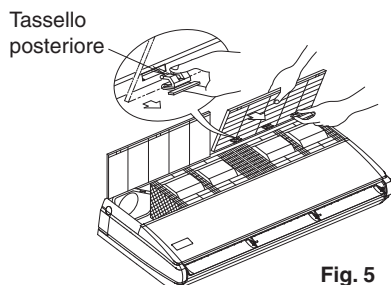

Fig. 5
- Tenendo aperta la griglia di aspirazione, afferrare il tassello sul retro della stessa e, contemporaneamente, tirare la griglia di aspirazione in avanti per rimuoverla. (Fare riferimento alla Fig. 5)